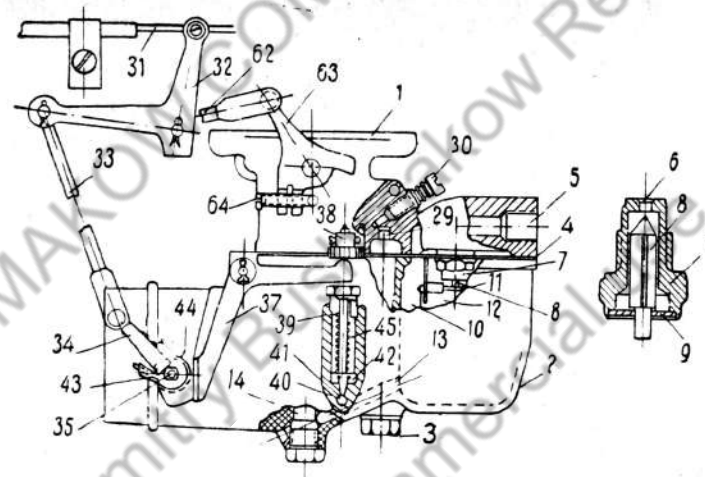

Рис. 29. Управление карбюратором
**Управление карбюратором.** Дроссельная заслонка управляется с помощью рычага 63 (рис. 29), связанного тягой 62 с педалью акселератора и тросом с кнопкой ручного газа.
В данной конструкции карбюратора открытие воздушной заслонки объединено с действием обогатителя. При вытягивании кнопки подсоса, расположенной на щитке, трос 31 (рис. 29) поворачивает коленчатый рычаг 32, который, в свою очередь, через тягу 33 поворачивает рычаг 34, свободно сидящий на оси 35.
Автоматическое открытие дроссельной заслонки должно быть отрегулировано так, чтобы при полном нажатии педали стартера винт регулировки малых оборотов 64 (рис. 29) не доходил бы до своего упора на 8 мм. Регулировку этого зазора следует делать при разрядившейся батарее.